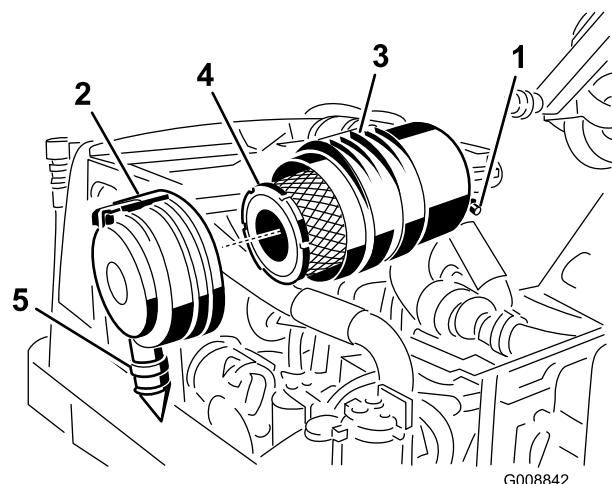

図 57
エアクリーナのフィルタの整備は、インジケータ（図 57）が赤色になってから行ってください。早めに整備を行っても意味がありません。むしろフィルタを外したときにエンジン内部に異物を入れてしまう危険が大きくなります。
1. ラッチを引いて外し、カバーを左にひねってボディーからはずす（図 57）。
2. 主フィルタを外す（図 57）。エレメントを洗って再使用しないこと。洗浄によってフィルタの濾紙を破損させる恐れがある。新しい
3. 主フィルタを交換する（図 57）。
6. ゴム製のアウトレットバルブ（図 57）が下向き（後ろから見たとき、時計の5:00と7:00